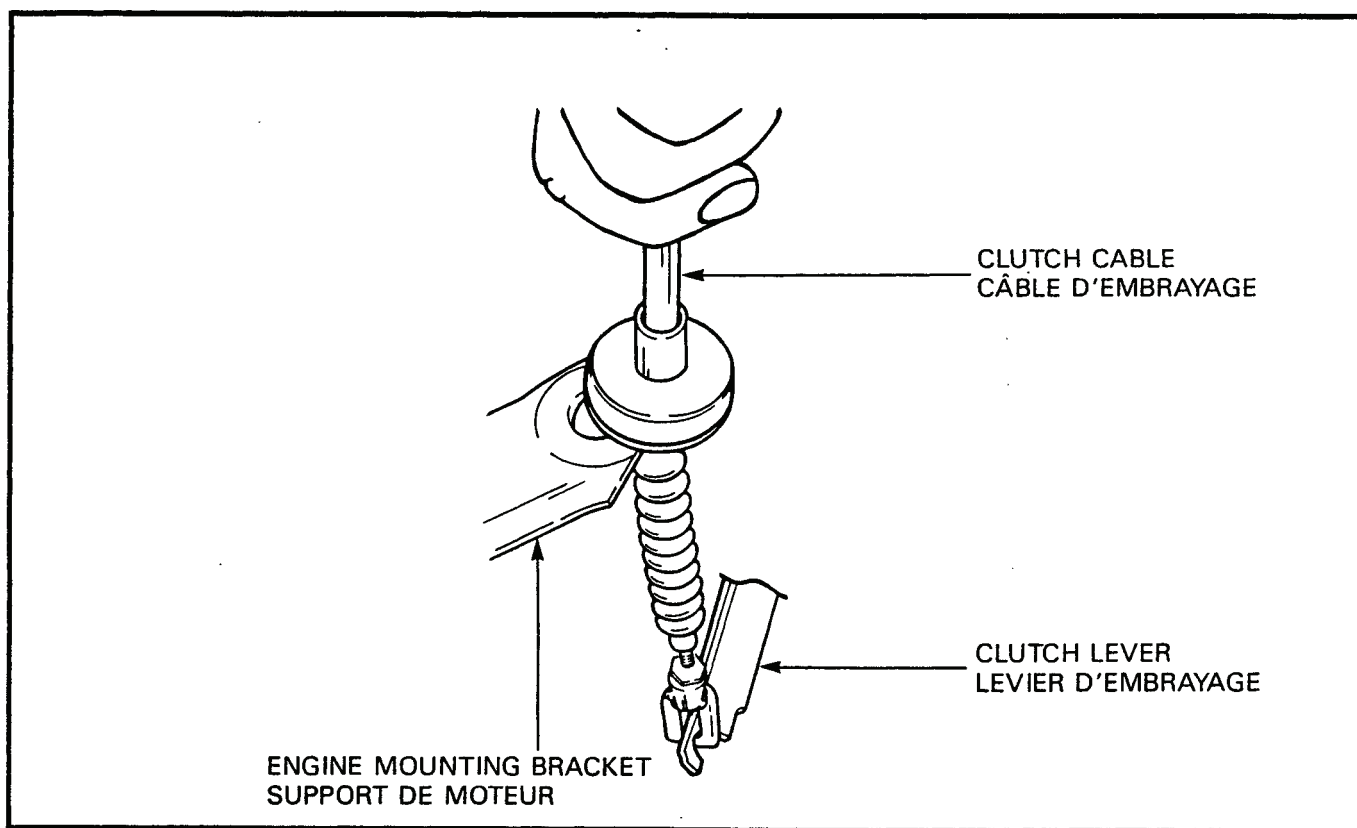

Figure 2-7-2 Clutch Cable at Engine Mounting Bracket
- (1) Débrancher le boyau de reniflard de carter d'embrayage.
(2) Pull the cable from the engine mounting bracket and disconnect the clutch cable from the clutch lever, see Figure 2-7-2.	(2) Enlever le câble du support de moteur et débrancher le câble d'embrayage du levier d'embrayage, voir figure 2-7-2.
(3) Disconnect the vent hose from the clutch housing.	(3) Débrancher le boyau de ventilation du carter d'embrayage.
(4) Cap the breather and vent hose openings.	(4) Recouvrir les orifices du reniflard et du boyau de ventilation.
(5) Unscrew the speedometer cable from the speedometer drive housing and cap the unit.	(5) Dévisser le câble du compteur de vitesse du boîtier de la commande du compteur de vitesse, et recouvrir l'orifice du compteur.
(6) Remove the six socket head screws and three tab locks from the front constant velocity joint of the propeller shaft at the transaxle and lower the shaft.	(6) Enlever les six vis à tête creuse et les trois attaches de verrouillage du joint homocinétique avant de l'arbre de transmission au niveau de la transaxe, et abaisser l'arbre.